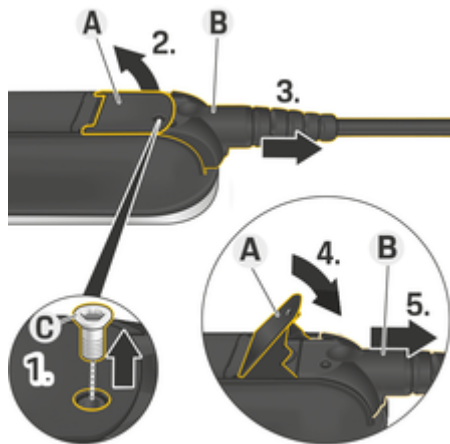

Fig. 228 Deconectarea cablurilor
1. Scoateți șurubul **C** (Fig. 228) cu un instrument adecvat.
2. Ridicați maneta **A** (Fig. 228).
3. Scoateți conectorul **B** (Fig. 228) până când simțiți prima dată rezistență.